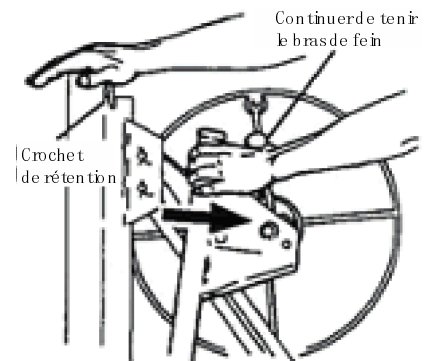

Figure 4
- c. Placez votre main droite en haut du châssis. Continuer de tenir le levier de frein de telle façon à éviter un retour brusque du câble, et tirer le treuil complètement vers vous. (Figure 4)